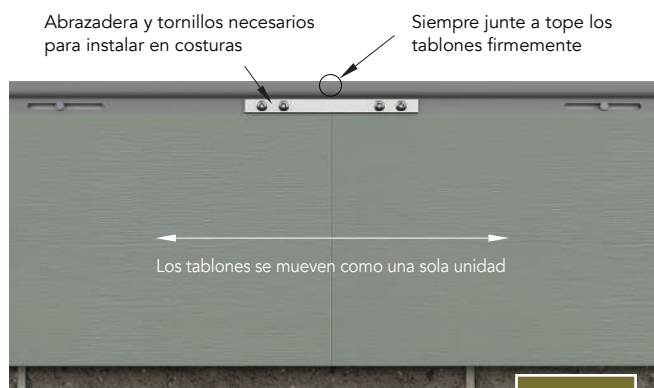

Figura 8
- La instalación adecuada de las abrazaderas de costura garantiza que todos los tablonces de un tramo estén unidos de forma segura y puedan expandirse y contraerse libremente como una sola unidad dentro de la moldura con bolsillo (Figura 8).
- Junte los tablonces firmemente en las costuras antes de instalar la abrazadera de costura (Figura 8).